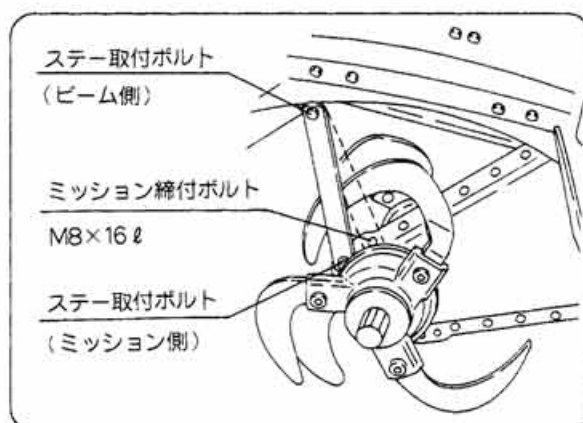

図58
② ステア取付ボルト (ビーム側) をゆるめてください。(図58)
③ ステア取付ボルト (ミッション側) のボルトを取外してください。(図58)
④ ミッション締付ボルト (M8×16ℓ) を外してください。(図58)